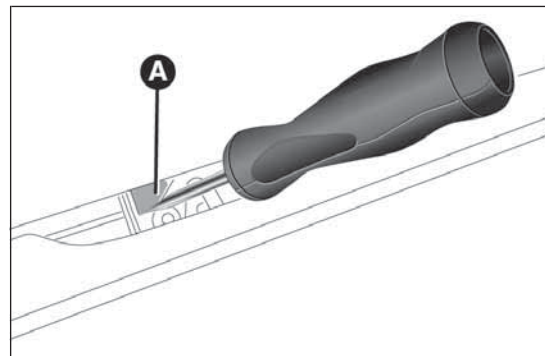

fig. 81
- ☐ mediante il cacciavite rimuovere la linguetta di colore giallo A fig. 81;